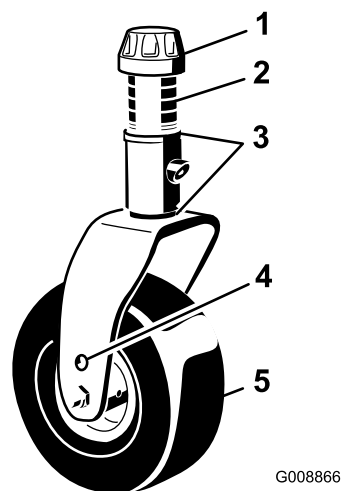

Figura 28
3. Regolate gli spessori (3 mm) sulla forcella (o forcelle) della ruota orientabile, finché l'altezza di taglio non corrisponde al valore riportato sull'adesivo (Figura 28); fate riferimento a Regolazione del passo del piatto di taglio \(pagina 71\).